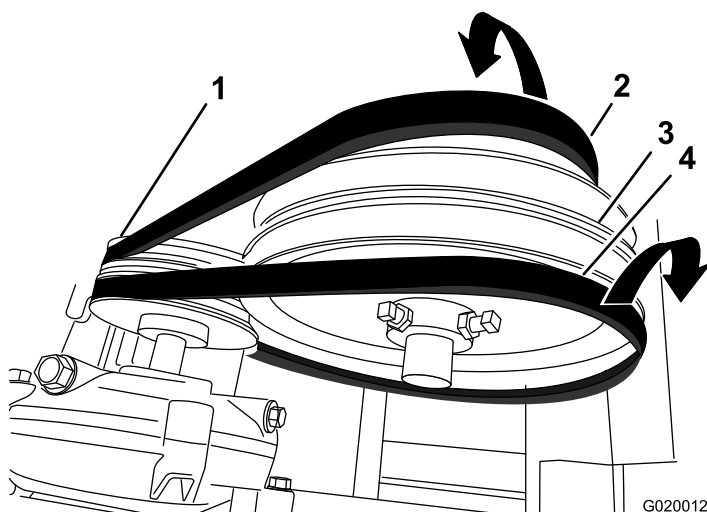

Figure 58
4. Poussez la courroie avant vers l'avant et déchaussez-la de la poulie de tension (**Figure 58**).
5. Poussez la courroie arrière vers l'arrière et déchaussez-la de la poulie de tension (**Figure 58**).